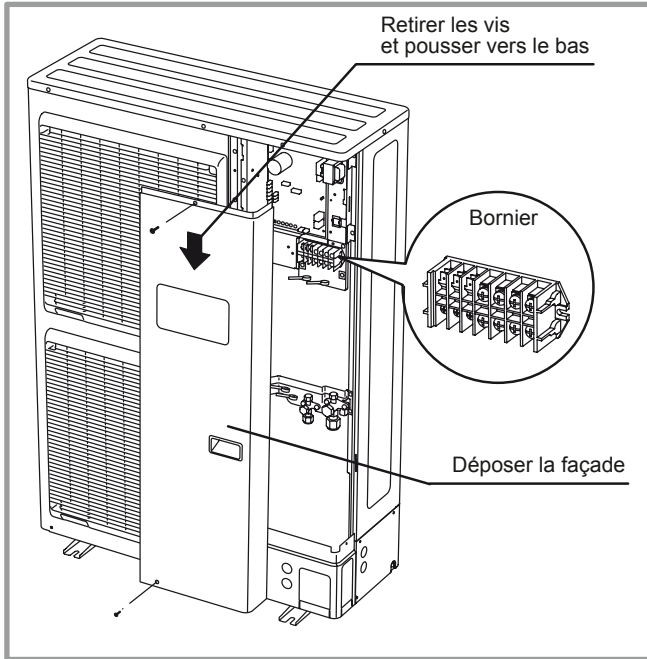

figure 37 - Accès au bornier de l'unité extérieure triphasée
- Effectuer les raccordements suivant le(s) schéma(s) figure 37, page 26.